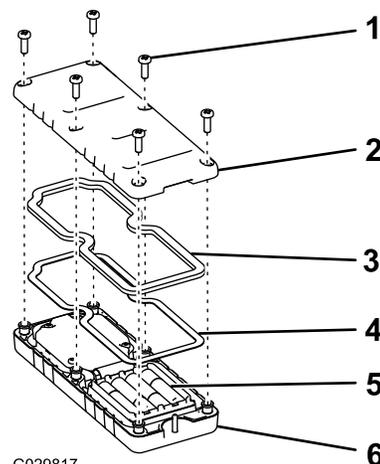

図 39
1. リモートの裏側にあるねじ6本を外してカバーを取る(図 39)。
- カバーを元通りの取り付け、先ほどのねじ6本を使ってカバーを固定し 図 39、各ねじを 1.5 - 1.7 Nm / 0.15-0.17 kg.m = 13 - 15 in-lb にトルク締めする。